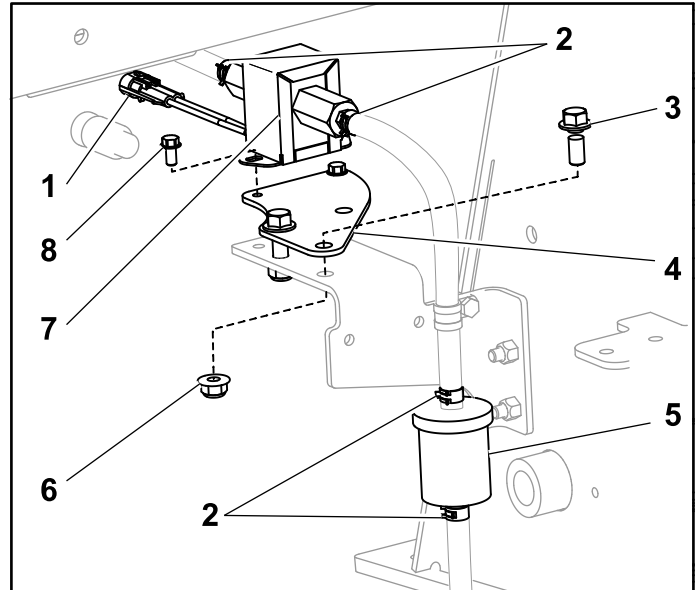

Figure 25
Reportez-vous à la Figure 1 et la Figure 21 à la Figure 25 pour cette procédure.
8. Installez la nouvelle pompe à carburant sur son support à l'aide de 2 vis autotaraudeuses (1/4" x 1/2"), comme montré à la Figure 25.